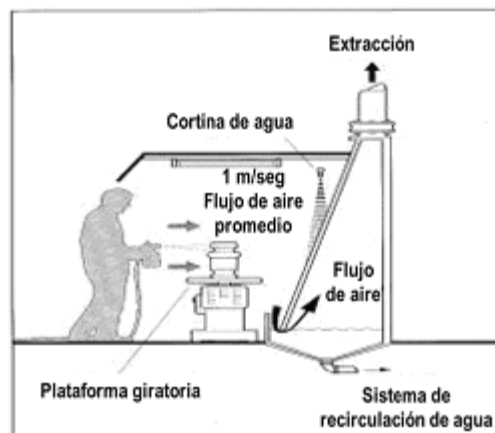

Figura 2
- 9) El nivel del depósito de agua de la cabina de pintura, deberá mantenerse por encima de la base de la pared de la cortina de agua (véase figura 2).